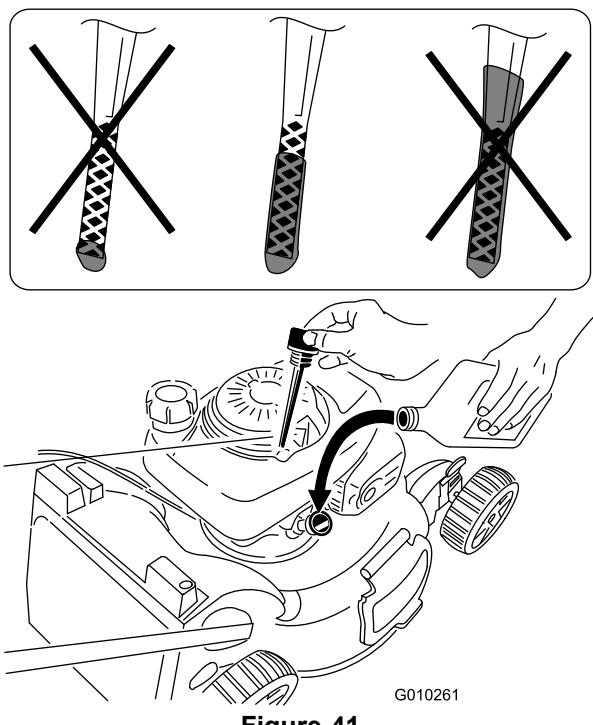

Figure 41
12. Sortez de nouveau la jauge et vérifiez le niveau d'huile (Figure 41).
- Si le niveau d'huile est trop élevé, vidangez l'excédent d'huile jusqu'à ce que le niveau d'huile soit correct, comme montré à la Figure 41.